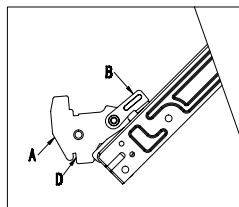

Fig.11-1
- Abra completamente la puerta y levante las 2 palancas "B" (fig.11-1);